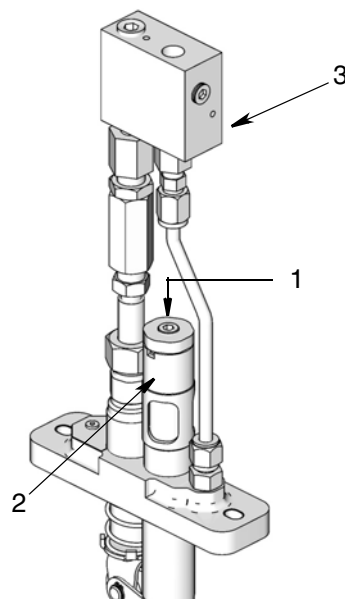

FIG. 7
Modelli di pompa di allarme (FIG. 7)
2. Installare il pressostato sull'uscita del sensore (3) (FIG. 7).